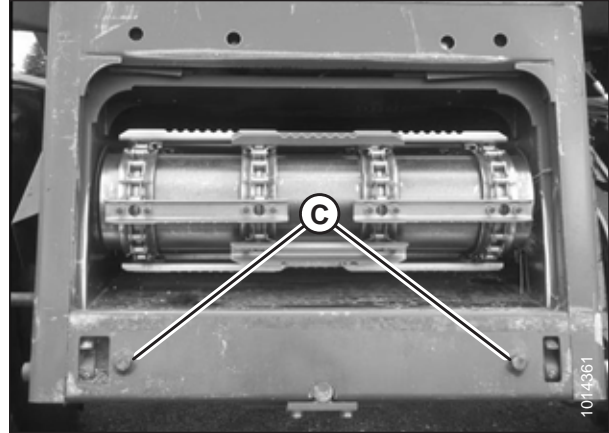

Рисунок 4.58: Направляющие штифты AGCO Group
3. Запустите двигатель и плавно подведите комбайн к жатке, пока наклонная камера не окажется прямо под верхней поперечиной копирующего модуля (A) и направляющие штифты (C) (см. рис. 4.58, страница 388) на наклонной камере не совместятся с отверстиями (B) на раме копирующего модуля.